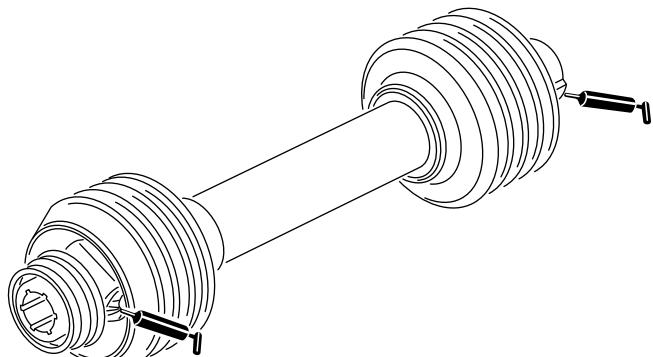

Figura 11
2. Ingrassate i raccordi sull'albero della ventola, come illustrato nella Figura 11 con grasso n. 2 a base di litio.
Ingrassate i 2 raccordi dell'albero di trasmissione, come illustrato nella Figura 11 con grasso n. 2 a base di litio.